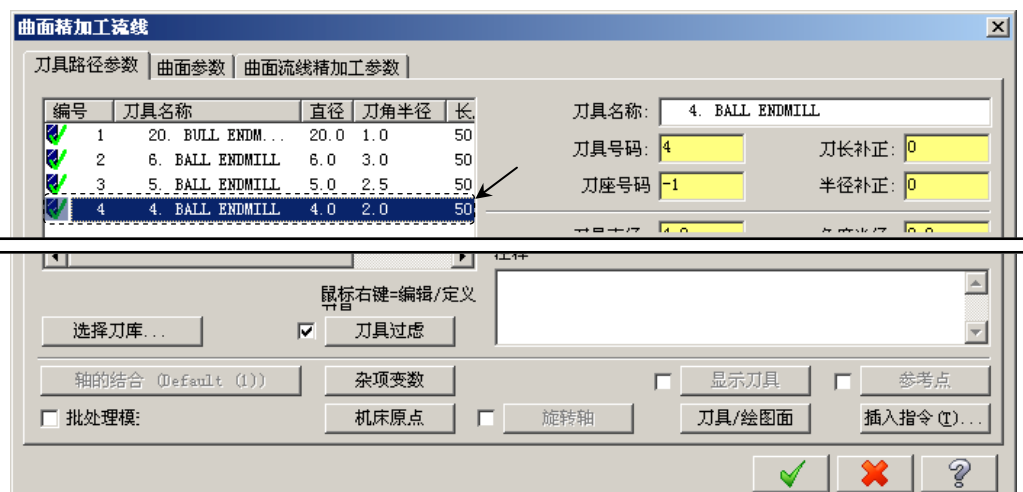

图 15.36 “刀具路径参数”选项卡
Step3. 选择刀具。在“曲面精加工流线”对话框中选择图 15.36 所示的刀具。